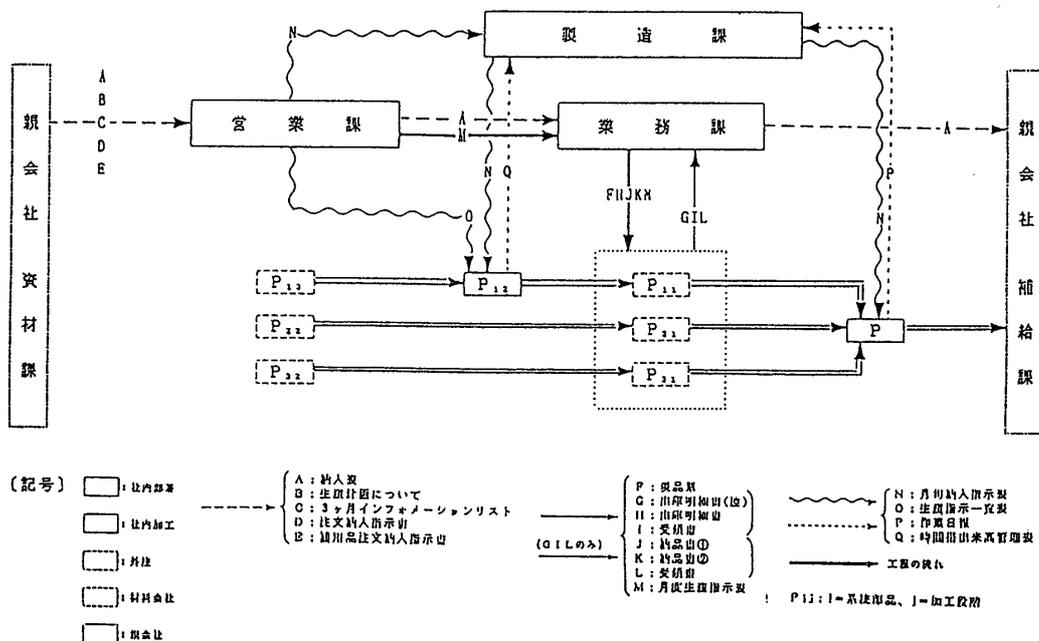

図1. 生産工程における物と情報の流れを示した概念図
PNの生産システムへの応用〔1〕は、幾つかの応用例を見ることが出来る。生産システムは離散事象の発生により状態が支配されるのが顕著な特徴である。一般に、生産システムにおける各機械(工程)の離散事象の発生にかかわる制御はシーケンス制御である。ここで取り扱う生産システムは、中堅製造業の生産システムを考えており、生産スケジュールが自社の独断で決定されないことを特徴としている。図1に親会社からの受注を情報として受けとり、自社の生産スケジュールを決定する実際例を示す。このような生産活動を対象とした生産スケジューリングは、相手の計画をも考慮したロジスティック(平滑化)が問題となる。
図1で示した生産工程をPNモデルで表現したものが図2である。図2における各位置の意味は次の様になる。P₁ : 生産指示(取引企業からの)、P₂ : 部品1の生産指示、P₃ : 部品2の生産指示、P₄ : 部品3の生産指示、P₅ : 納品情報、P₆ : 部品1の生産指令、P₇ : 部品1を生産するために必要な材料手配量、P₈ : 部品2の生産指令、P₉ : 部品2を生産するために必要な材料手配量、P₁₀ : 部品3の生産指令、P₁₁ : 部品3を生産するために必要な小部品手配量、P₁₂ : 材料の注文、P₁₃ : 小部品の注文、P₁₄ : 部品1の材料の納品、P₁₅ : 部品2の材料の納品、P₁₆ : 部品3の小部品の納品、P₁₇ : 部品1を加工、P₁₈ : 部品2を加工、P₁₉ : 部品3の組立、P₂₀ : 部品1が完成、P₂₁ : 部品2が完成、P₂₂ : 部品3が完成、P₂₃ : 加工された部品1、2、3の組立、P₂₄ : 製品の完成、P₂₅ : 製品完成報告書の作成、P₂₆ : 納品書の作成、P₂₇ : 製品と納品書を発送。これらの生産手順を要約すると、①受注→②生産指示→③部品1と部品2を加工するために必要な材料の手配、部品3の組立をするために必要な小部品の手配→④部品1と部品2の加工、部品3の組立→⑤部品1、部品2、部品3による製品の組立→⑥納品書の作成→⑦発送の順になる。